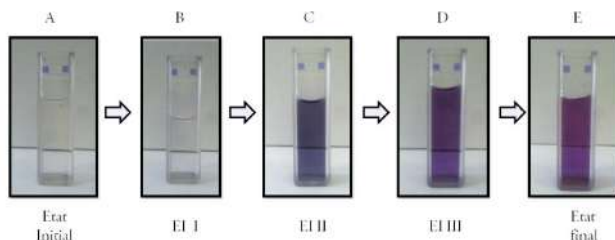

FIGURE 2 – Evolution de la couleur pour la solution 2
9. Refaire le même protocole en ajoutant **0,1 mL** de solution de citrate. La couleur finale est ici le violet (voir Fig.2).